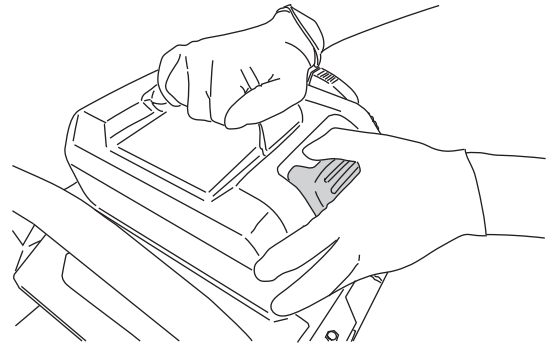

図 9
3. バッテリーファスナーレバーでバッテリーを固定し、動かないことを確認してください。(図9)